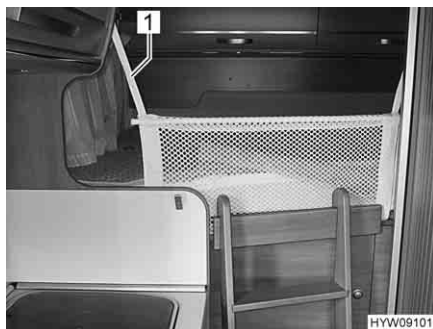

Fig. 53 Rete protettiva (letto in coda)
- Inserire le cinture di ritegno (Fig. 53,1) nelle apposite fibbie.